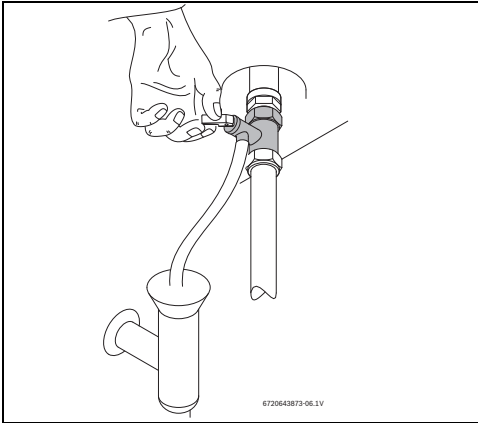

Fig. 14 Apertura manual de la válvula de seguridad
- ▶ Abrir la válvula de seguridad (Fig. 14).
- ▶ Abrir manualmente la válvula de seguridad al menos una vez al mes (Fig. 14).